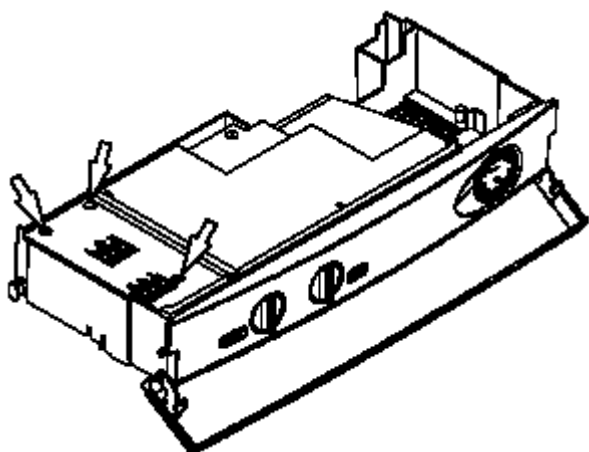

Fig. 7.4
5. Desapertar os parafusos e retirar a tampa da betoneira, fig. 7.4.